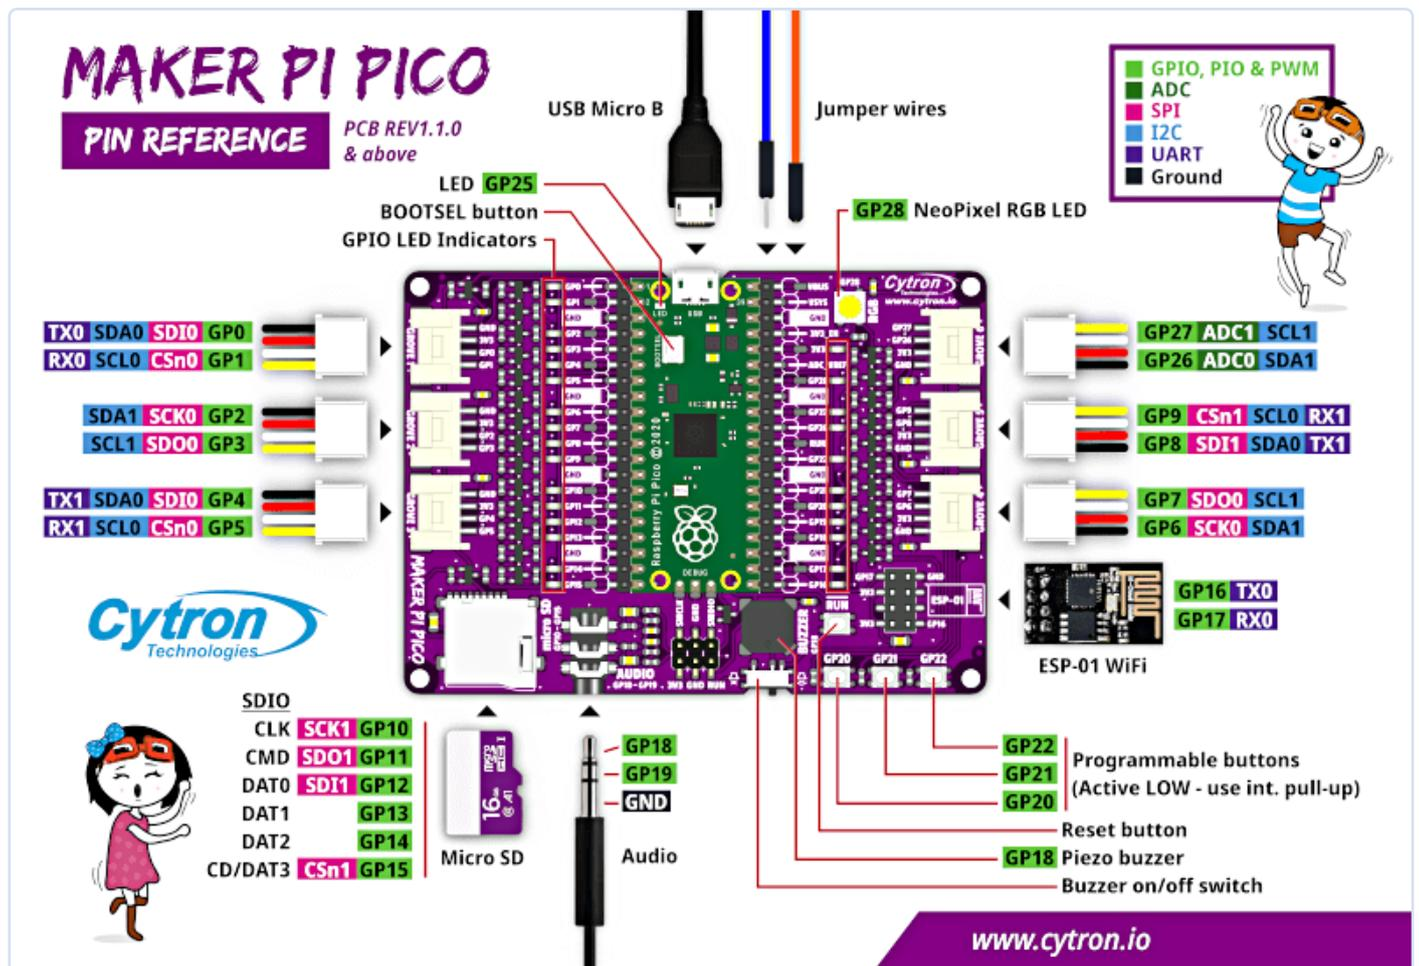

Bild 5. Pinbelegung der Maker Pi Pico Platine (Bild: Cytron).
**Bild 5** zeigt die Anschlussbelegung des Maker Pi Pico Boards. Sie finden dort auch die entsprechenden Pins des Raspberry Pi Pico. Der Reset-Knopf auf der Platine, der beim Raspberry Pi Pico fehlt, ist beim Prototyping unerlässlich. Eine Neopixel-RGB-LED zeigt verschiedene Zustände des Boards an.
Bild 5 zeigt auch die Mehrfachbelegung der GPIOs des Raspberry Pi Pico an den Grove-Anschlüssen. Es ist zu erkennen, dass die beiden UARTs, die beiden I2C-Busse und die beiden SPI-Busse mehrfach